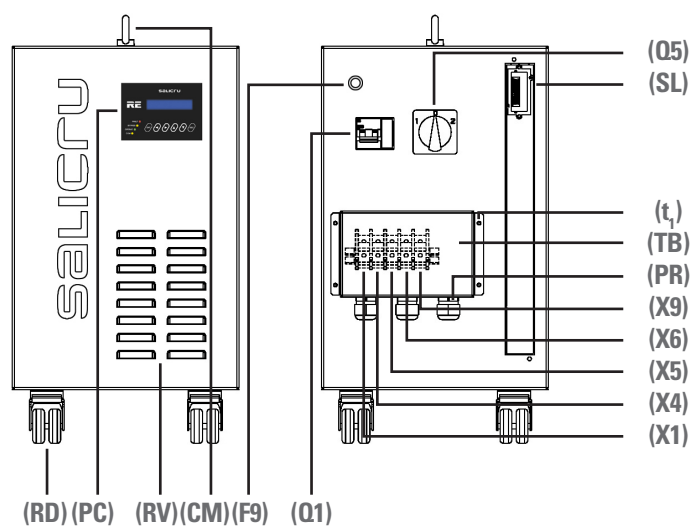

Fig. 6.
- ⁽¹⁾ L'anneau de levage n'est pas inclut dans l'hauteur totale de l'équipement dans les modèles correspondants aux Fig. 6, 7 et 8. L'hauteur de l'anneau de levage est de 45 mm, et il faut l'ajouter à l'hauteur indiquée pour chaque modèle pour obtenir l'hauteur totale.